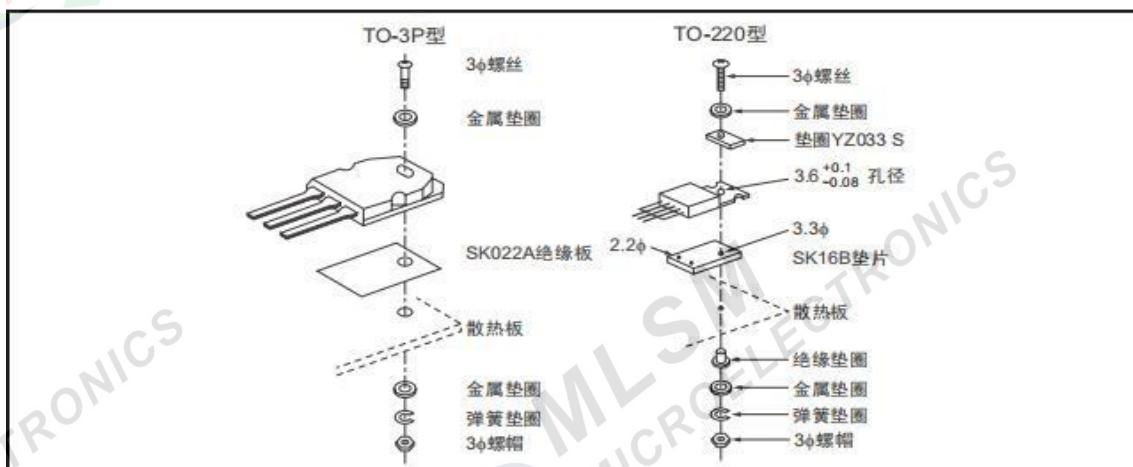

图7 功率晶体管的安装方法例子
(6) 不能在焊接引线后给器件安装散热板。如果在引线焊接到电路板后给器件安装散热板, 就有可能因引线的长短不一或者电路板和散热板尺寸的偏差而使过大的应力集中到引线, 导致引线脱落、封装损坏或断线。因此, 必须在将器件安装到散热板后焊接引线。
(7) 不能对器件的散热片或封装进行加工或变形处理。如果对器件的散热片进行切断或变形处理、或者对封装进行加工或变形处理, 就会导致热阻增大或者对器件内部施加异常应力而引起故障。
(8) 安装功率器件时, 请使用推荐的元件 (垫片、垫圈、接线片、螺丝和螺母等)。(参照图 7)
(9) 注意使用的螺丝。给器件安装散热板时所使用的螺丝大致分为小螺丝和自攻螺丝, 在使用螺丝时, 请注意以下几点: